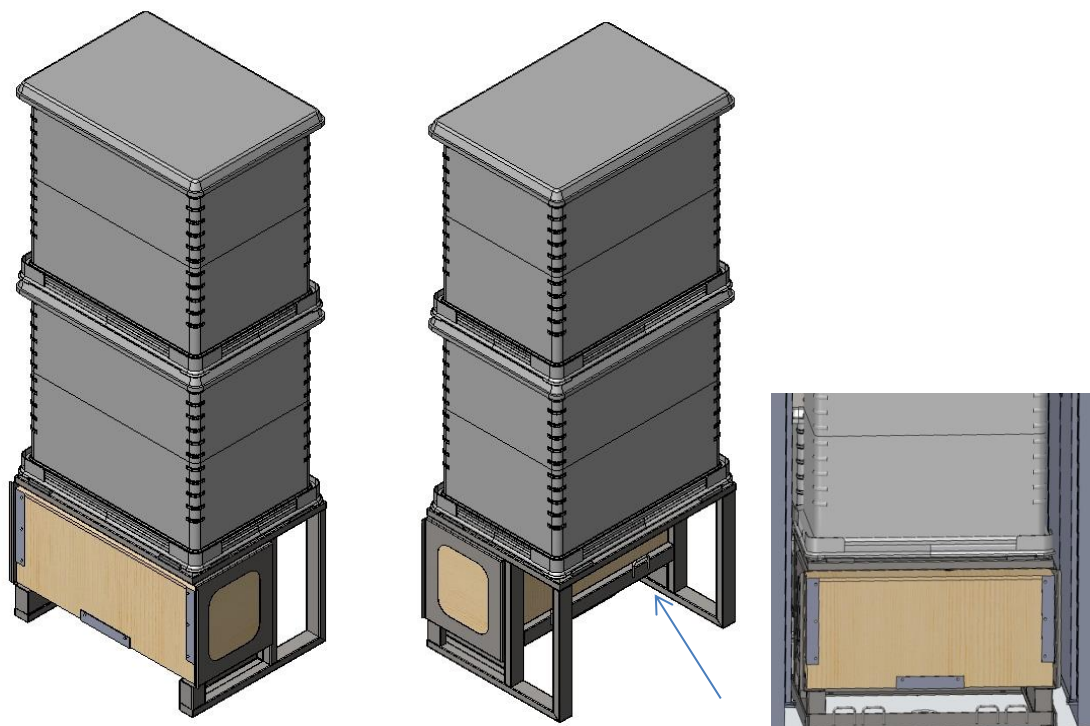

Abb. 21: Palettengestell mit Transportbox Fundamentstützen
- ◆ Fädeln Sie die beiden Ratschenspanngurte 4,5 m; 1,0 t hinten in das Palettengestell ein (siehe Abb. 21: Pfeil).